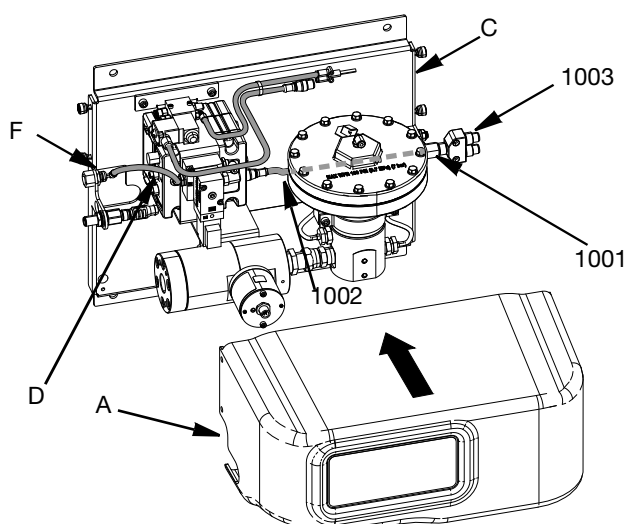

ABB. 9
5. Stecken Sie die Luftleitung des Reglers (D) in das Winkel-Fitting für den Lufteingang (F).
6. Installieren Sie den M12-Durchgangsstecker (1001) in der PCF-Materialmontageplatte (C).
8. Bringen Sie die PCF-Abdeckung (A) wieder an. Siehe ABB. 9.